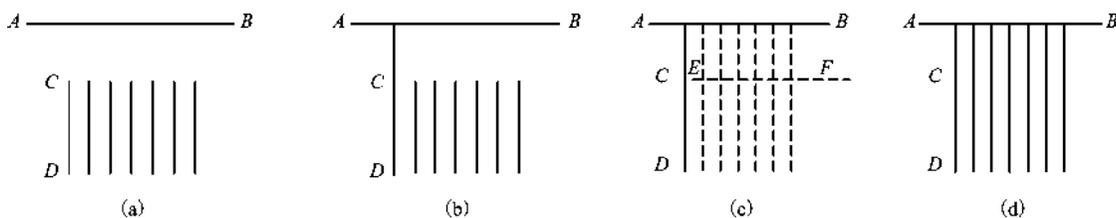

图 1-45 延伸“栏选”方式的应用
**【实例 1-20】** 将图 1-45(a)中的线段  $CD$  及其平行线段延伸至直线  $AB$ 。
- ①执行【直线/L】命令绘制如图 1-45(a)所示图形。
- ②执行【延伸/EX】命令,完成后如图 1-45(d)所示。
选择要延伸的对象,或按住 Shift 键选择要修剪的对象或[边界边(B)/窗交(C)/模式(O)/投影(P)]: //单击线段  $CD$  靠近直线  $AB$  的上面部分,线段  $CD$  就延伸至直线  $AB$ ,如图 1-45(b)所示
选择要延伸的对象,或按住 Shift 键选择要修剪的对象或[边界边(B)/窗交(C)/模式(O)/投影(P)/放弃(U)]: //对于批量需要延伸的对象,也可以采用“栏选”。如图 1-45(c)所示,在靠近延伸边界  $AB$  附近的空白位置  $E$  点处单击一下,进入“栏选”状态
指定下一个栏选点或[放弃(U)]: //向右移动鼠标,如图 1-45(c)所示,出现  $EF$  直线,与  $EF$  直线相交的对象都呈虚线状态,在  $F$  点附近单击鼠标左键,呈虚线状态的直线同时延伸到  $AB$  直线。完成后如图 1-45(d)所示